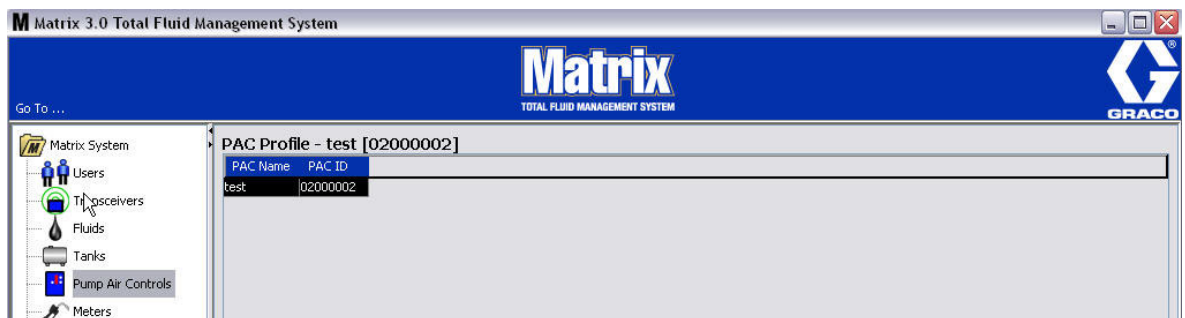

FIG. 83
6. El PAC vinculado aparece en la pantalla principal, tal como se representa en la Fig. 83.